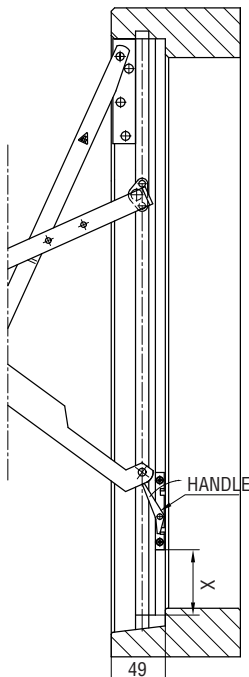

FIG. 1
1. THE FITTING IS PLACED IN RIGHT SIDE FRAME, SEEN FROM THE INSIDE. PLACE THE FITTING AGAINST THE REAR EDGE OF THE ALUMINIUM RAIL, SEE FIG. 1.